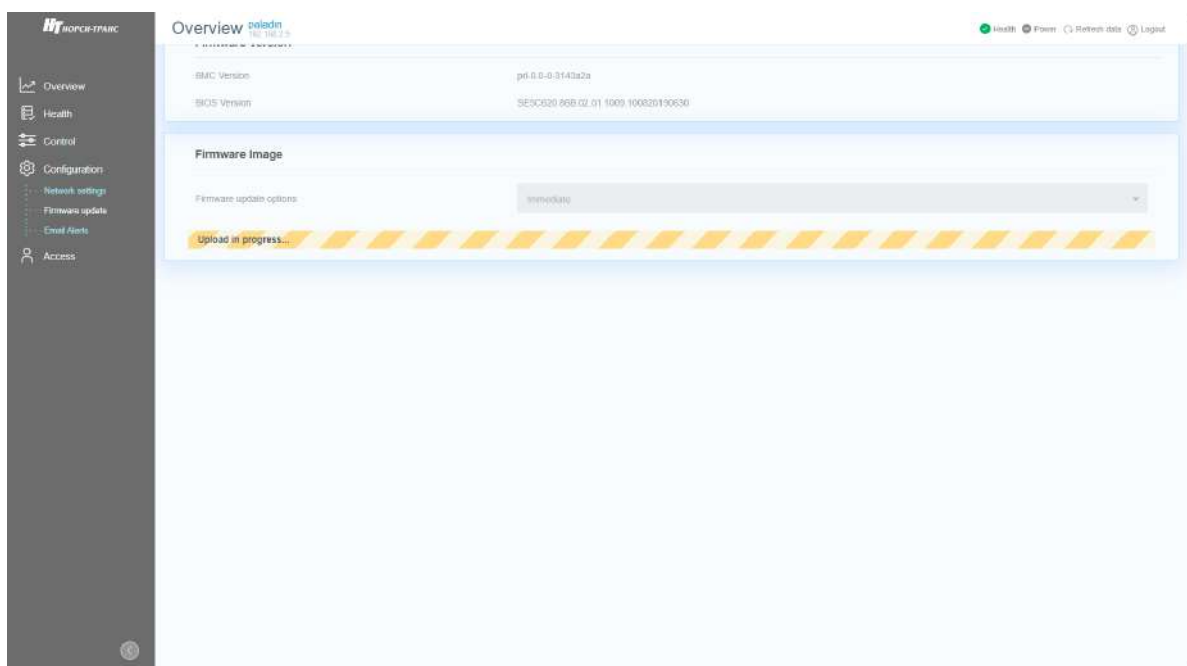

Рис. 82. Окно процесса установки обновления
- 6) После нажатия кнопки «UPLOAD FIRMWARE» появится окно установки обновления. Окно показано на рис. 82 Окно процесса установки обновления